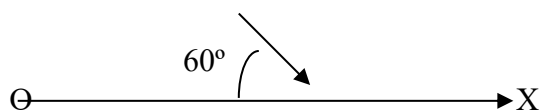

Рис. 22.6
4. Прямой брус растянут силой 150 кН (рис. 22.6), материал —